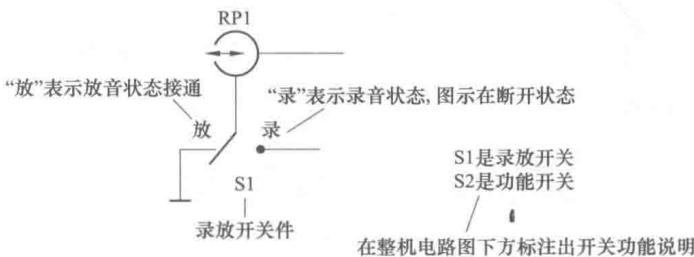

图 1-10 整机电路图中开关件标注示意图
4) 它给出了与识图相关的有用信息。例如，通过各开关件的名称和图中开关所在位置的标注，可以知道该开关的作用和当前开关状态，如图 1-10 所示。当整机电路图分为多张图纸时，引线接插件的标注能够方便地将各张图纸之间的电路连接起来。在一些整机电路图中，将各开关件的标注集中在一起，标注在图纸的某处，并且标有开关的功能说明，识图过程中对某个开关不了解时可以去查阅这部分说明。